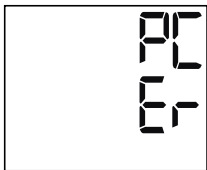

Fig. 2
- In caso di trasmissione dei dati non riuscita, sul display del misuratore di pressione viene rappresentato il messaggio di errore raffigurato nella Fig. 2.